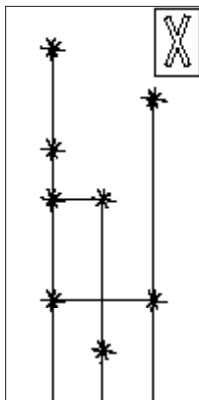

Fig.2
D. Кроме того, волокна, заложенные в плиточных швах, лежат прямолинейно (рис. 2). Это приводит к некрасивому результату.